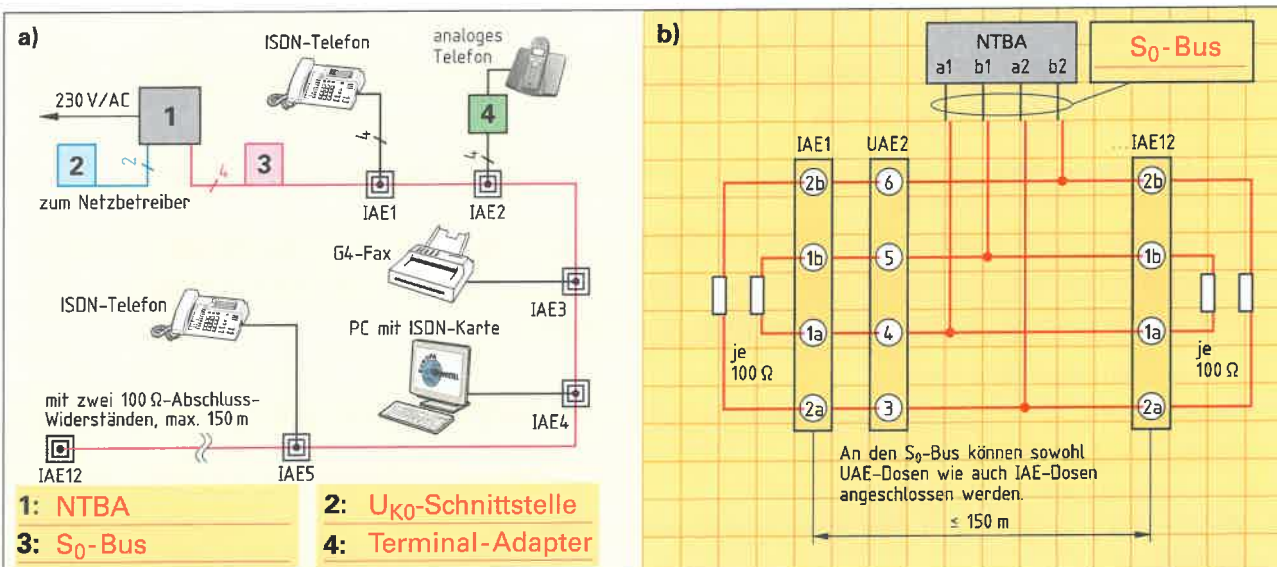

Bild 1: ISDN-Mehrgeräteanschluss
10. Bei einem ISDN-Mehrgeräteanschluss (Bild 1) werden mehrere Endgeräte, z. B. ISDN-Telefon und PC, an einem ISDN-S0-Bus betrieben. Ergänzen Sie
- a) im Übersichtsschaltplan (Bild 1 a) die fehlenden Bezeichnungen 1 bis 4 und
- b) im Stromlaufplan (Bild 1 b) die fehlenden Verbindungen und die Bus-Bezeichnung.